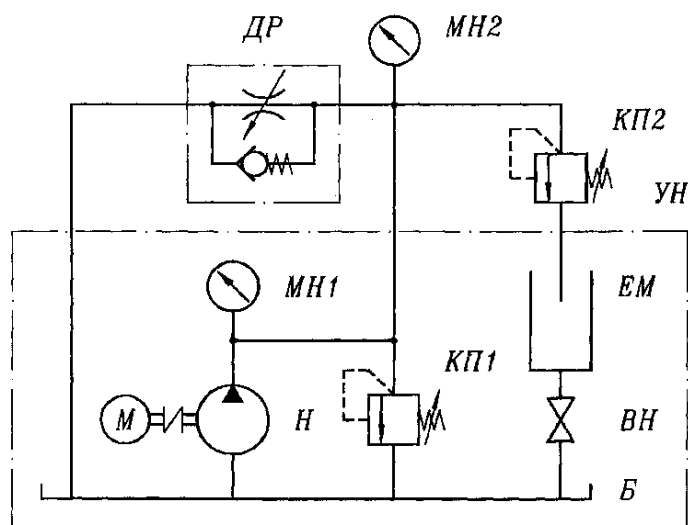

Рис. 1.2. Гидравлическая принципиальная схема экспериментальной гидросистемы:
1. Соберите на учебном стенде гидравлическую систему в соответствии с гидравлической принципиальной схемой, приведенной на рис. 1.2.